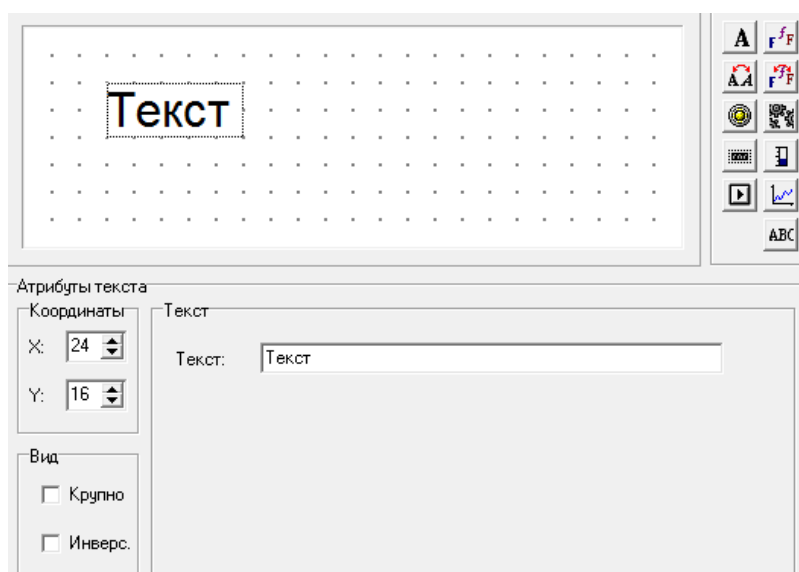

Рисунок 4.4 – Область отображения текста
1. Нажать кнопку «Текст» (). В окне редактирования режима отобразится прямоугольная область текста. Одновременно этот текст отображается в поле ввода «Текст», расположенном под окном редактирования (см. рисунок 4.4). В этом окне текст можно отредактировать, используя символы (как кириллицы, так и латинского алфавита) и цифры.